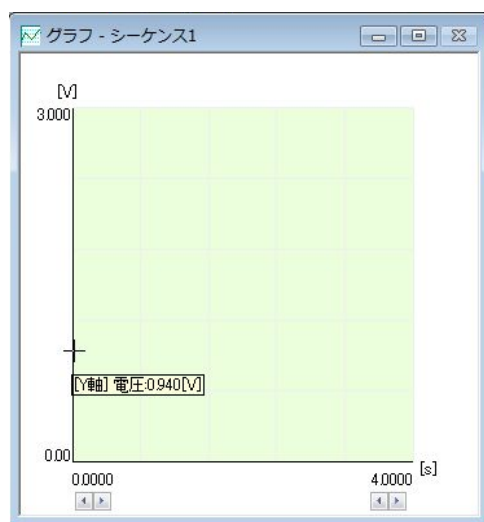

図 6-1 マウス始点
- マウスを Y 軸にかさねると、マウスポインタが十字に変わります(図 6-1)。